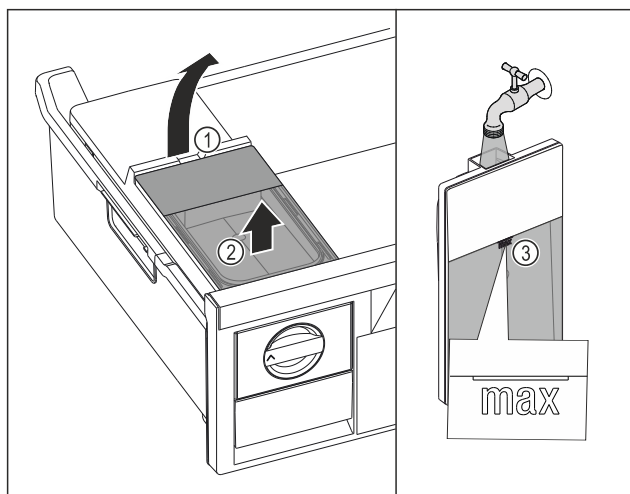

Fig. 213
- Zvedněte nádržku na vodu za vybrání Fig. 213 (1).
- Vyjměte nádržku na vodu nahoru. Fig. 213 (2)
- Naplňte nádržku na vodu pitnou vodou až po značku Fig. 213 (3).